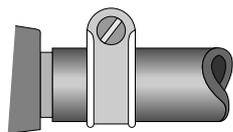

fig. 5
**CONTROLLARE** che il tubo in gomma sia calzato completamente sui portagomma e sia bloccato saldamente da eventuali fascette stringitubo (vedi fig 5). Controllare regolarmente la data di scadenza e le condizioni del tubo di gomma. Se danneggiato o scaduto, sostituirlo con uno conforme alle normative vigenti di 400 mm di lunghezza.